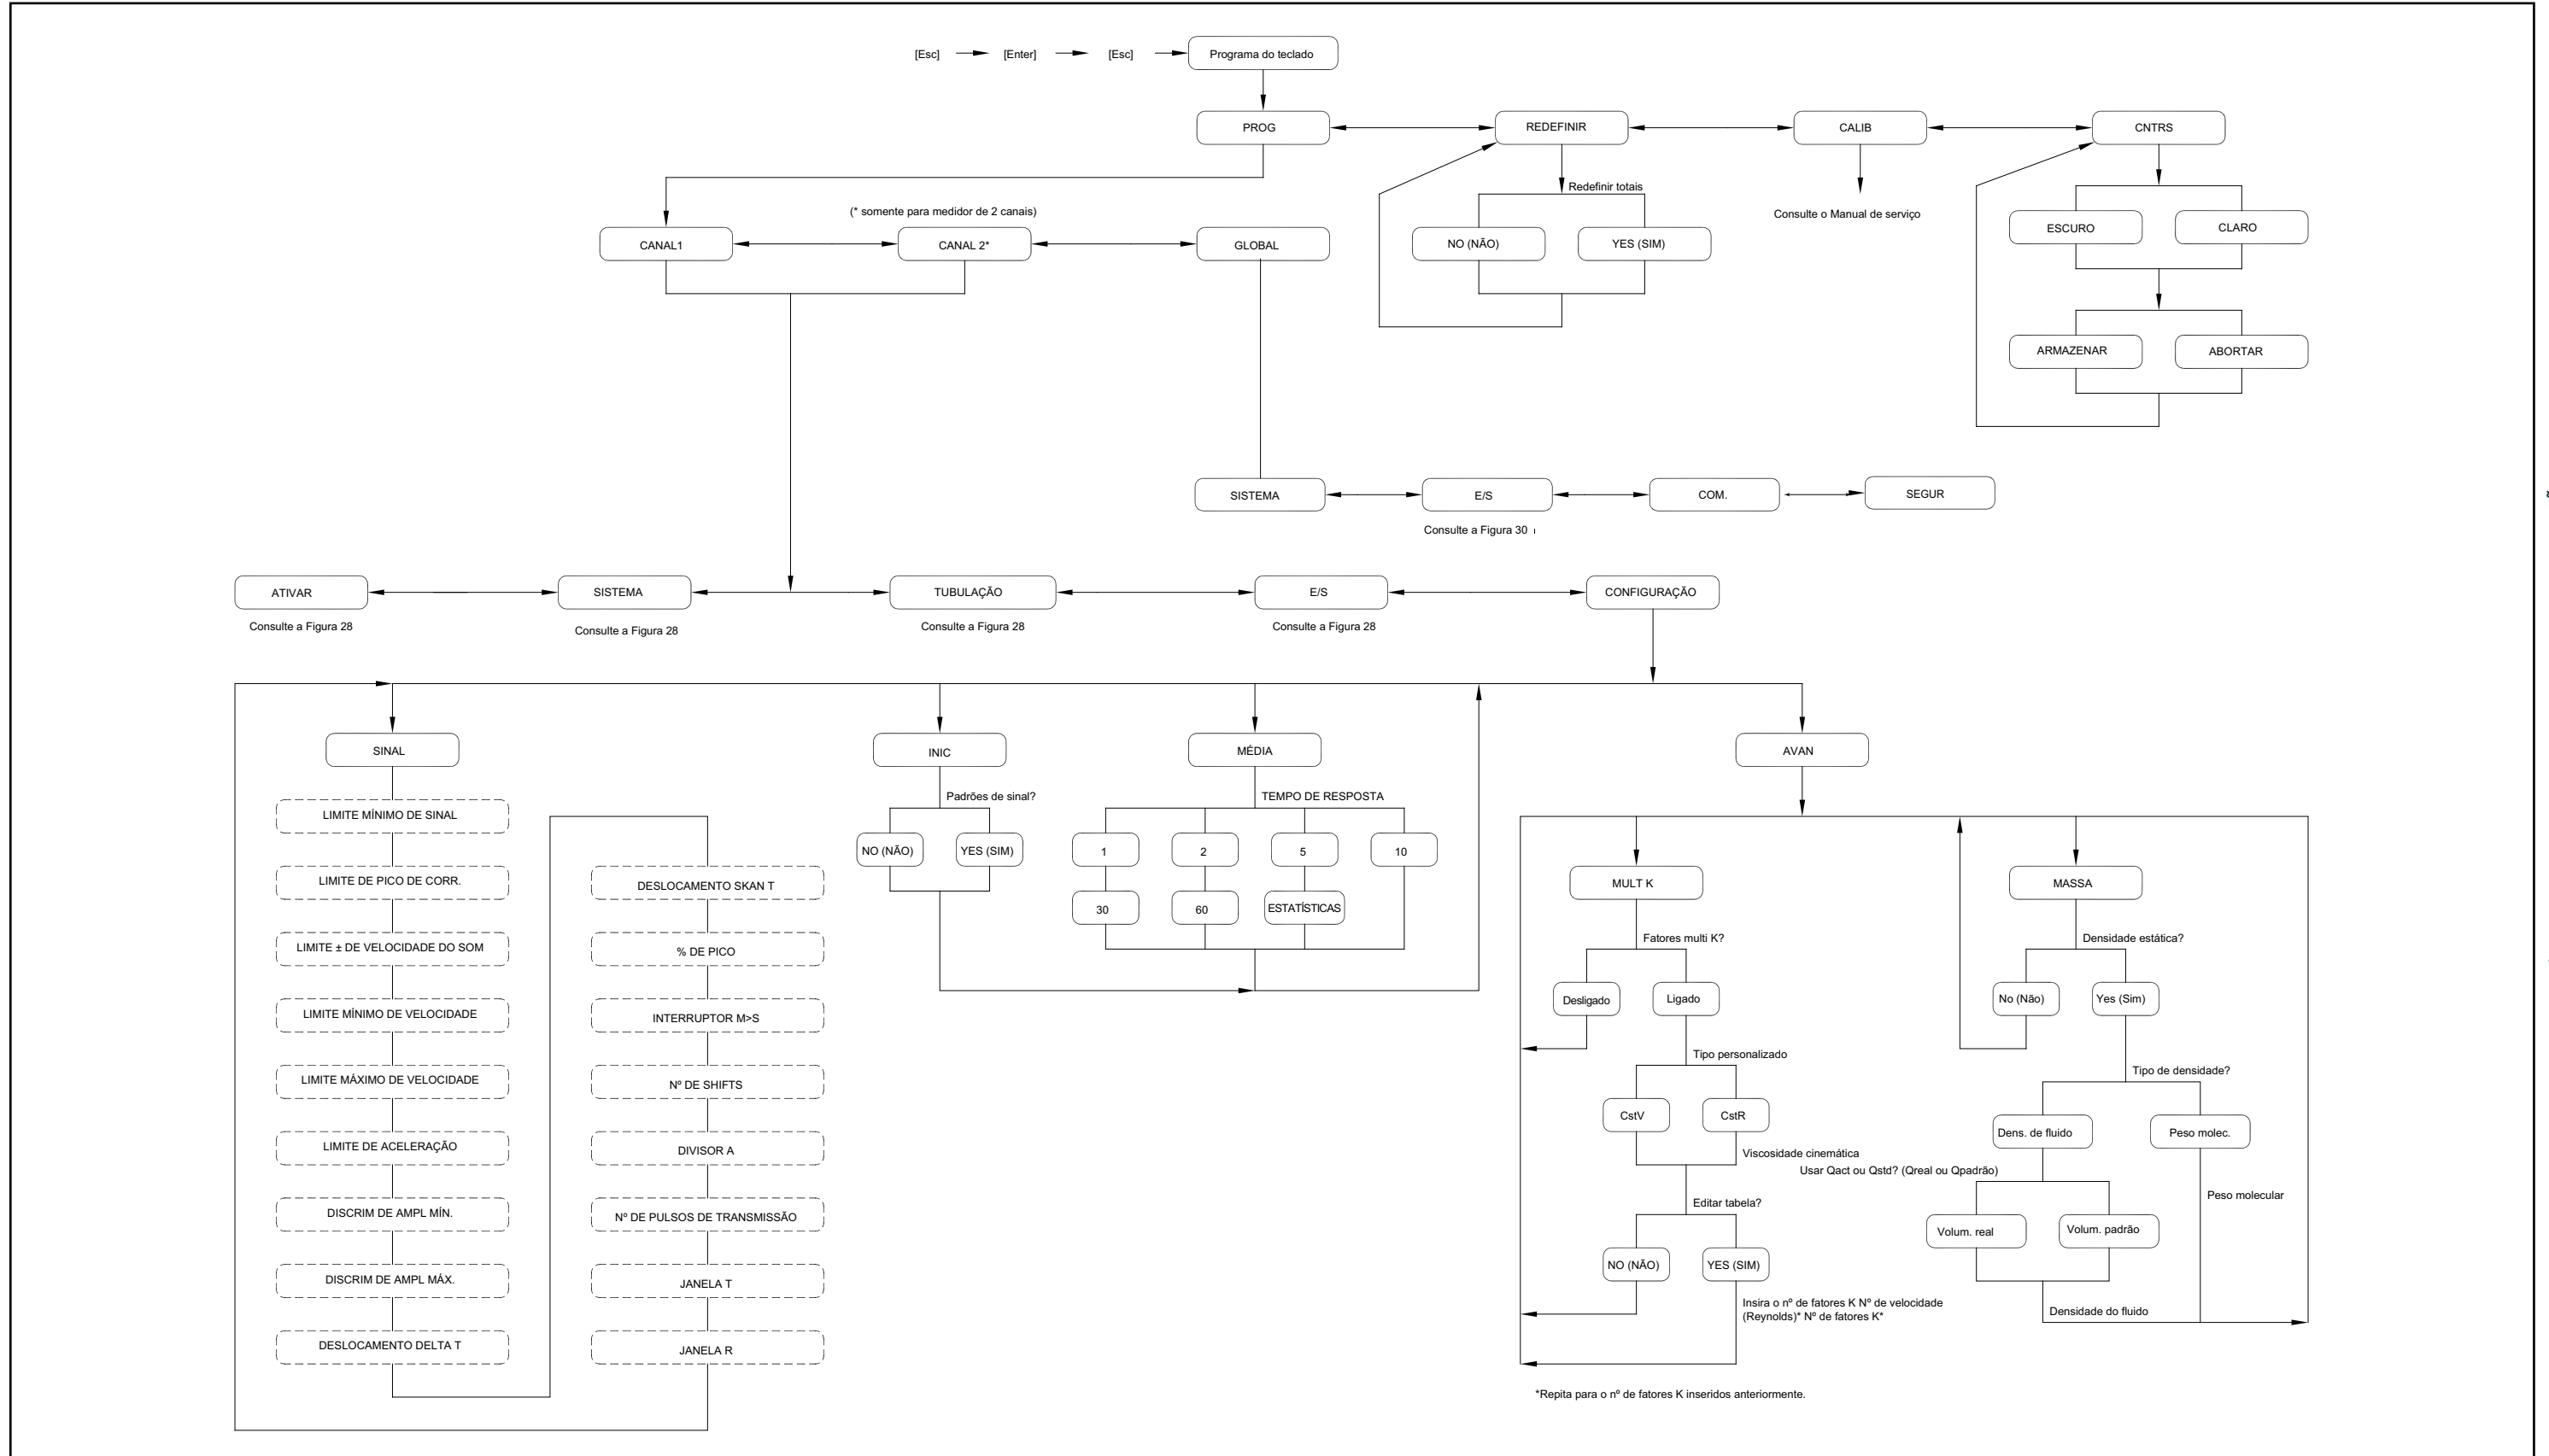

Figura 29: Menu PROG > CANAL X > CONFIGURAÇÃO
- Figura 29, "Menu PROG > CANAL x > CONFIGURAÇÃO", na página 64